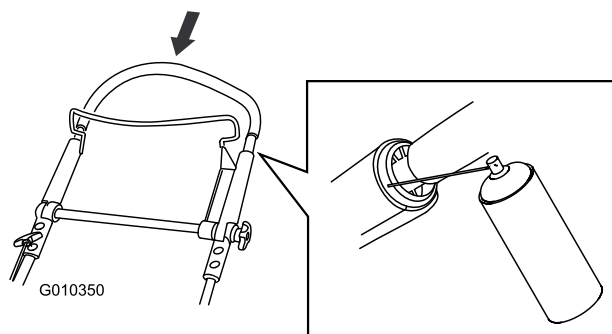

Figura 42
2. Spingete completamente verso il basso la sezione superiore della stegola e spruzzate il prodotto sulla superficie interna di plastica della parte esterna della stegola (Figura 42).